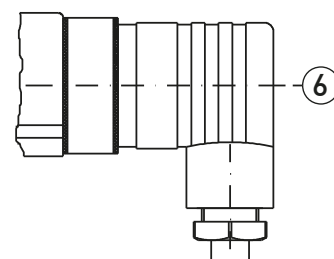

Abb. 6
- ↗ Stecken Sie die Leitungsdose auf den Steckverbinder und ziehen Sie die Zentralschraube ⑥ an (→ Abb. 6).